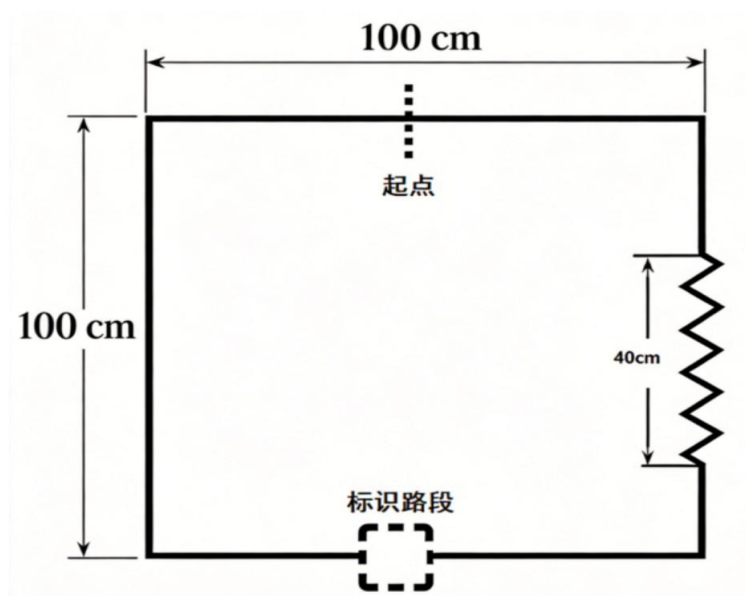

图 2 循迹路线示意图
3. 循迹赛道：白底黑色引导线，正方形闭合环线，四个角为直角过渡，黑线宽 2.5cm 黑色绝缘胶带铺成，标识路段放置写有数字的白纸。如图 2 所示。